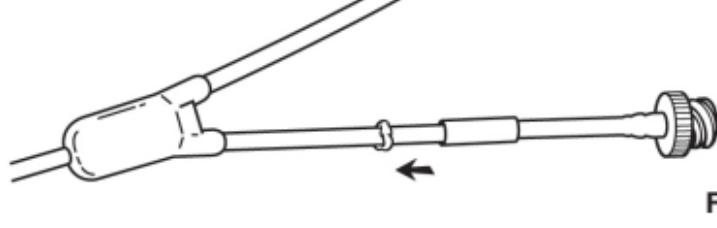

Fig. 14
5. Deslide a cânula de metal da ponta do tubo de substituição completamente para dentro do tubo de extensão. (Fig. 14)